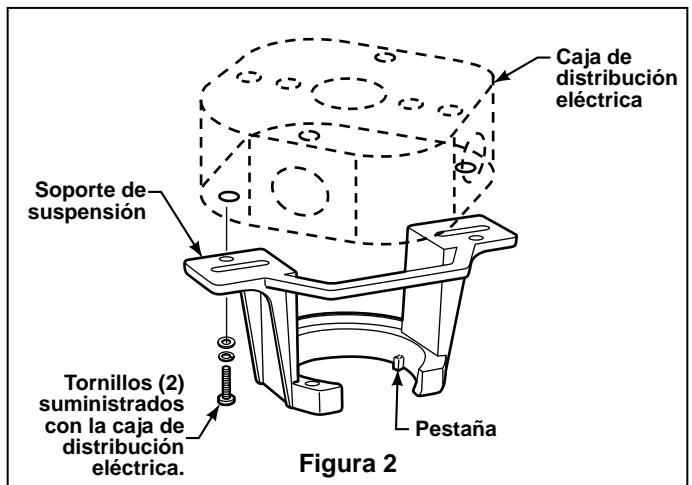
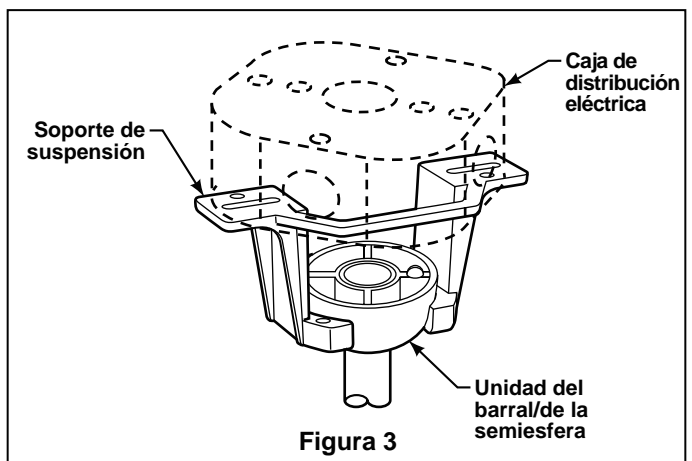

Figura 2
Figura 3
4. Pase los cables a través de la cubierta de unión del motor y la cubierta para el tornillo del capuchón y el capuchón. Coloque la cubierta para el tornillo del capuchón y el capuchón sobre el ventilador con el lado abierto apuntando hacia arriba. (Figura 3)
6. Mientras empuja la semiesfera hacia arriba, ajuste bien los dos tornillos de fijación del soporte de barral. (Figura 2)
7. Deslice la cubierta de unión del motor hacia abajo hasta que toque la parte superior de la caja. (Figura 3)
1. Fije bien el soporte de suspensión a la caja de distribución con los tornillos y las arandelas suministrados con la misma (Figura 2).
NOTA: Se deben pasar los tornillos de la caja de distribución eléctrica a través de los orificios que se encuentran en el soporte de suspensión (Figura 2).
3. Con cuidado, levante el ventilador y apoye la unidad del barral/de la semiesfera en el soporte de suspensión que acaba de fijar a la caja de distribución eléctrica (Figura 3). Asegúrese de que la ranura en la semiesfera esté alineada con el reborde del soporte de suspensión (Figura 2).
- Conecte los cables como se indica: (Figura 3)
3. Instale dos bombillas Candelabra (incluidas - 60 vatios como máximo) en cada uno de los portalámparas de la unidad de soporte de la placa de iluminación descendente. (Figura 3)